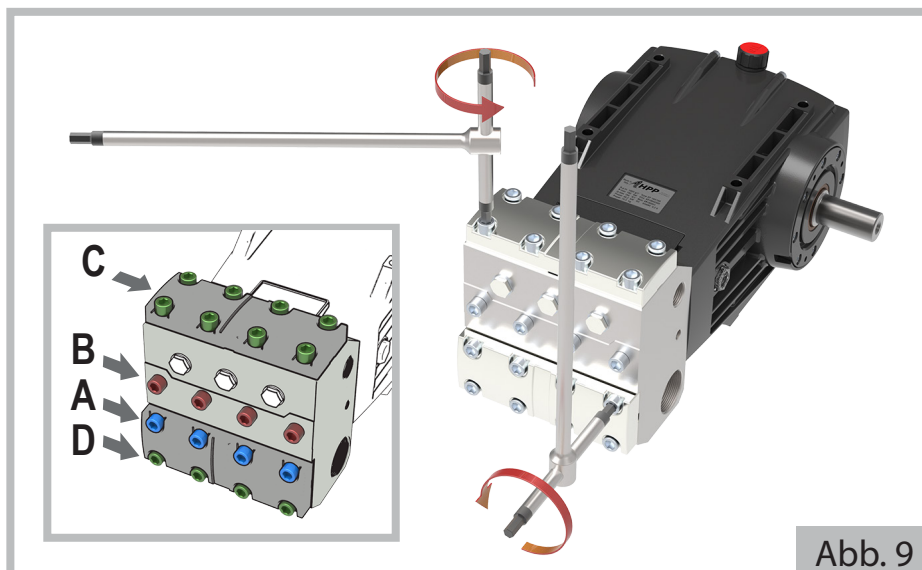

Abb. 9
- a) Die beiden Ventilstopfen (1) vom Kopf (3) abmontieren, indem die Schrauben **A-C-D** (siehe Detail Abbildung 9) mit einem 12 mm-Inbusschlüssel losgeschraubt werden, wobei man sich an das folgende Verfahren zu halten hat:
- die beiden Ventilstopfen (1) entfernen